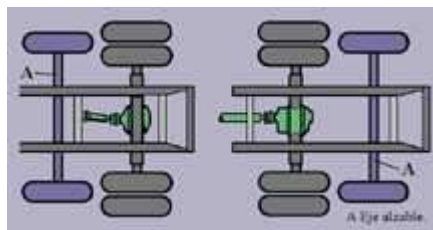

Fig. 67
**Sistema de eje alzable de arrastre (fig. 67)**